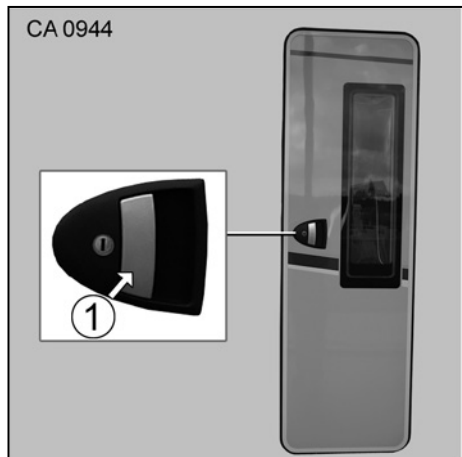

Fig. 41 Extérieur de la portière d'accès
3. Tirer sur le levier à poignée (Fig. 41/1) pour déverrouiller/ouvrir la porte.